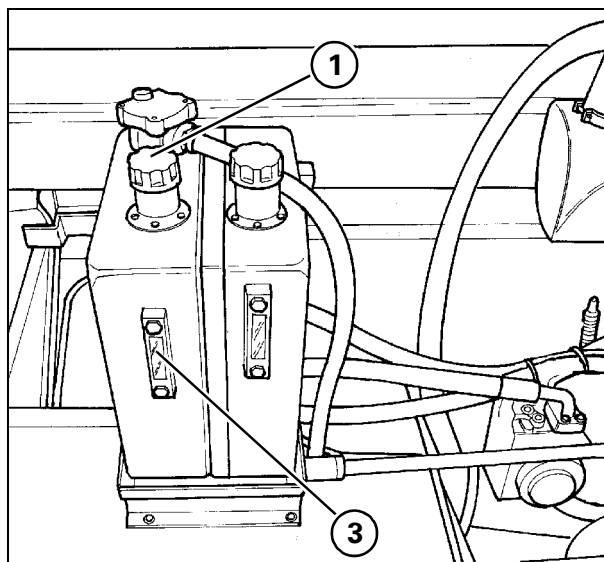
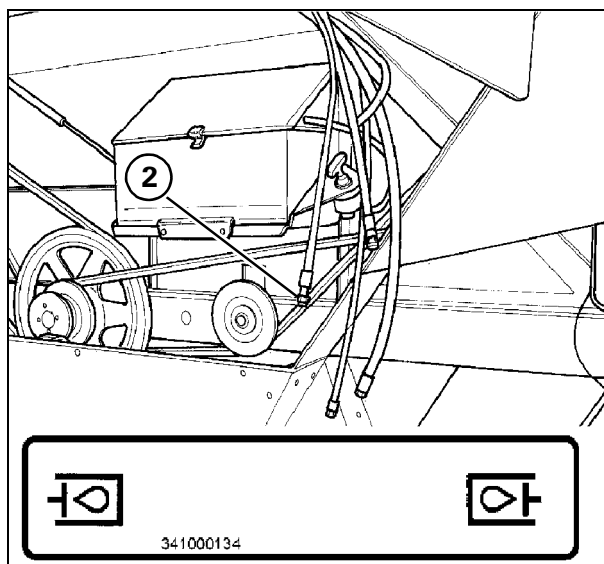

Рис. 71
Рис. 72
Рис. 71 и Рис. 72
- 1) очистить пробку бака (1) и окружающую зону;
- 2) Снять заглушку (2) линии, отмеченной табличкой, изображенной на Рис. 72, убедившись, что масло не горячее. Обязательно надевайте резиновые перчатки перед выполнением этой операции. Собрать масло в емкость и не сливать в окружающую среду;
- 3) долить масло в бак и проверить уровень масла через смотровое стекло на баке (3).